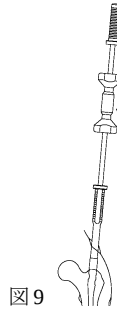

図 9
- 抜去用アダプタ後端にネイル抜去器を取り付け、ネイルを抜去します。(図 9)